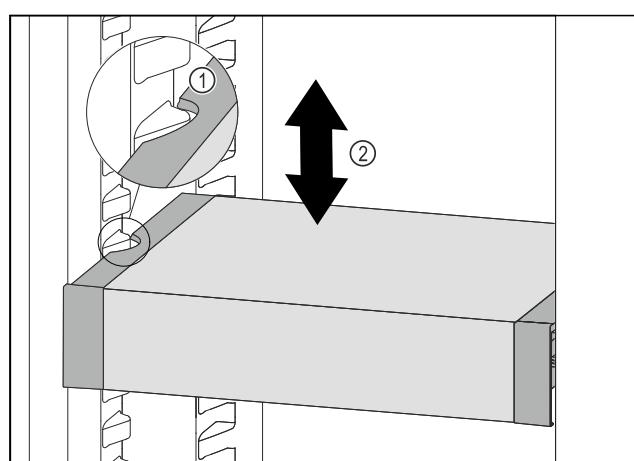

Fig. 107
- ▶ 向前移动 VarioSafe，直到 VarioSafe 两侧的凹槽与冷藏区中的容器肋梁持平。Fig. 107 (1)
- ▶ 在冷藏区中向上或向下移动 VarioSafe，直至所需高度。Fig. 107 (2)